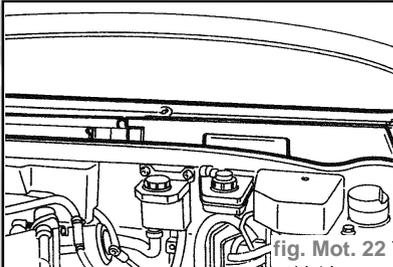

fig. Mot. 22
- Enlever la protection en plastique du filtre anti-pollen (fig. Mot. 22).